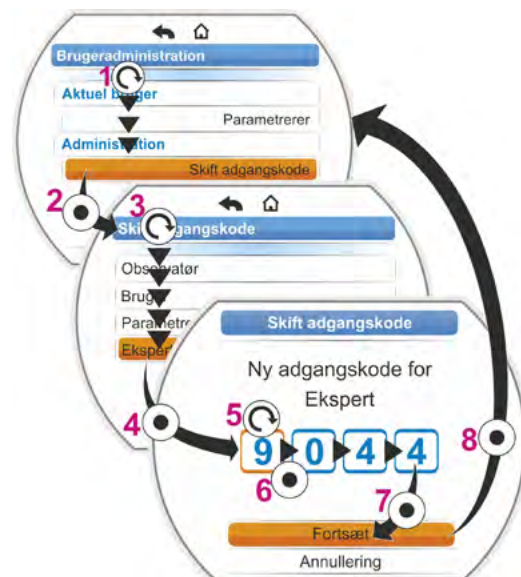

Fig. 2: Tildel adgangsauctorisation
- Placer den orange markering på menupunktet „Skift adgangskode“ (fig. 2 pos. 1).